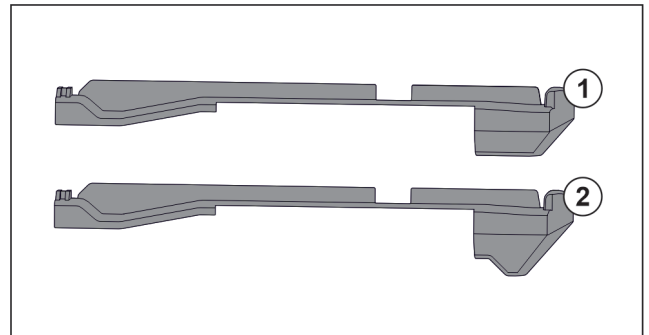

Fig. 75 Vergelijking van de insteekelementen
In het apparaat bevinden zich twee verschillende insteek-elementen. Het insteekelement boven de onderste lade Fig. 75 (2) heeft een driehoekige rand. Alle overige insteek-elementen Fig. 75 (1) hebben een rechte rand.
- ▶ Insteekelement Fig. 75 (2) met de driehoekige rand boven de onderste lade aanbrengen.
- ▶ Insteekelement Fig. 75 (1) met rechte rand op alle overige plekken aanbrengen.